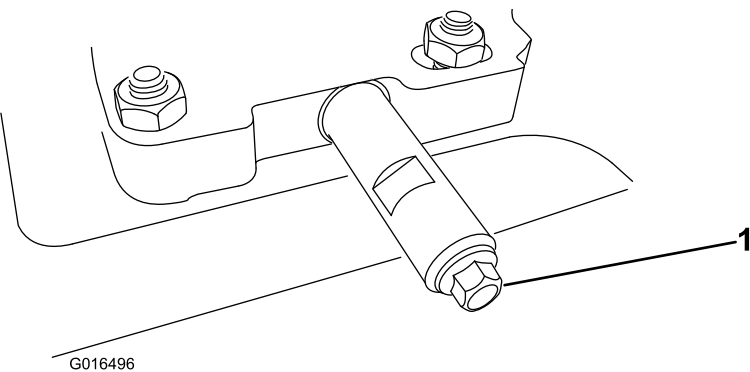

Figura 32
- 2. Limpie la zona alrededor del tapón de vaciado del aceite (Figura 32).